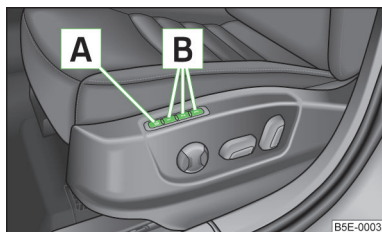

Abb. 50
Die Memory-Funktion für den Fahrersitz bietet die Möglichkeit, die Fahrersitz- und Außenspiegelposition zu speichern. Jeder der drei Speichertasten  **» Abb. 50** kann eine Einstellposition zugeordnet werden.
- › Die Taste **SET**  **» Abb. 50** drücken.
- › Die gewünschte Speichertaste  **» Abb. 50** drücken.
- › **Kurz** die gewünschte Speichertaste  **» Abb. 50** bei ausgeschalteter Zündung und geöffneter Fahrertür drücken.
- › Eine beliebige Speichertaste  **» Abb. 50** auf Seite 68 drücken und gedrückt halten. Nachdem der Sitz die unter der betreffenden Taste gespeicherte Position eingenommen hat, gleichzeitig die Taste  auf dem Funkschlüssel innerhalb von 10 Sekunden drücken.
- › Die **SET**-Taste **A** » Abb. 50 auf Seite 68 drücken und gedrückt halten. Gleichzeitig die Taste **B** auf dem Funkschlüssel innerhalb von 10 Sekunden drücken.